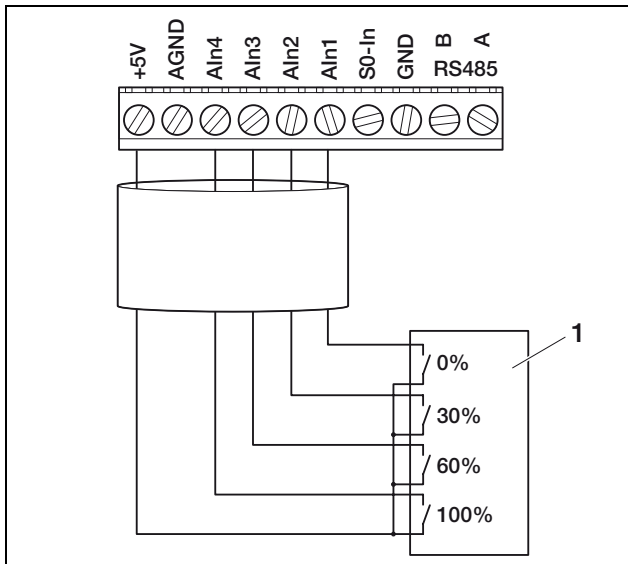

Abbildung 40: Anschluss des Rundsteuerempfängers an den Wechselrichter
- Schließen Sie die Leitungen vom Rundsteuerempfänger entsprechend der Anschlussbelegung (Abbildung 40 und Tabelle 6) an.